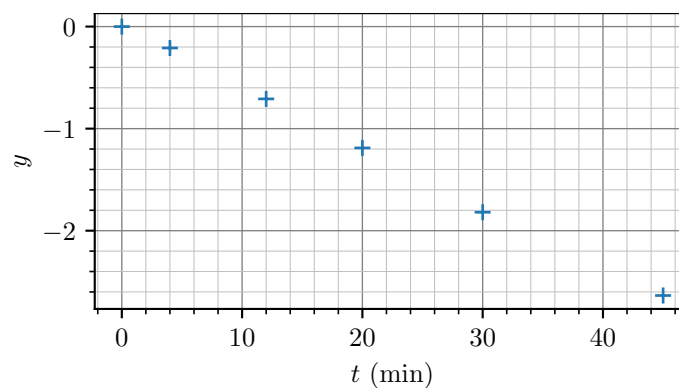

Figure 1 – Tracé d'exploitation du suivi cinétique.
- 4 - Ce graphe est donné figure 1. Déterminer la constante de vitesse et la vitesse initiale.